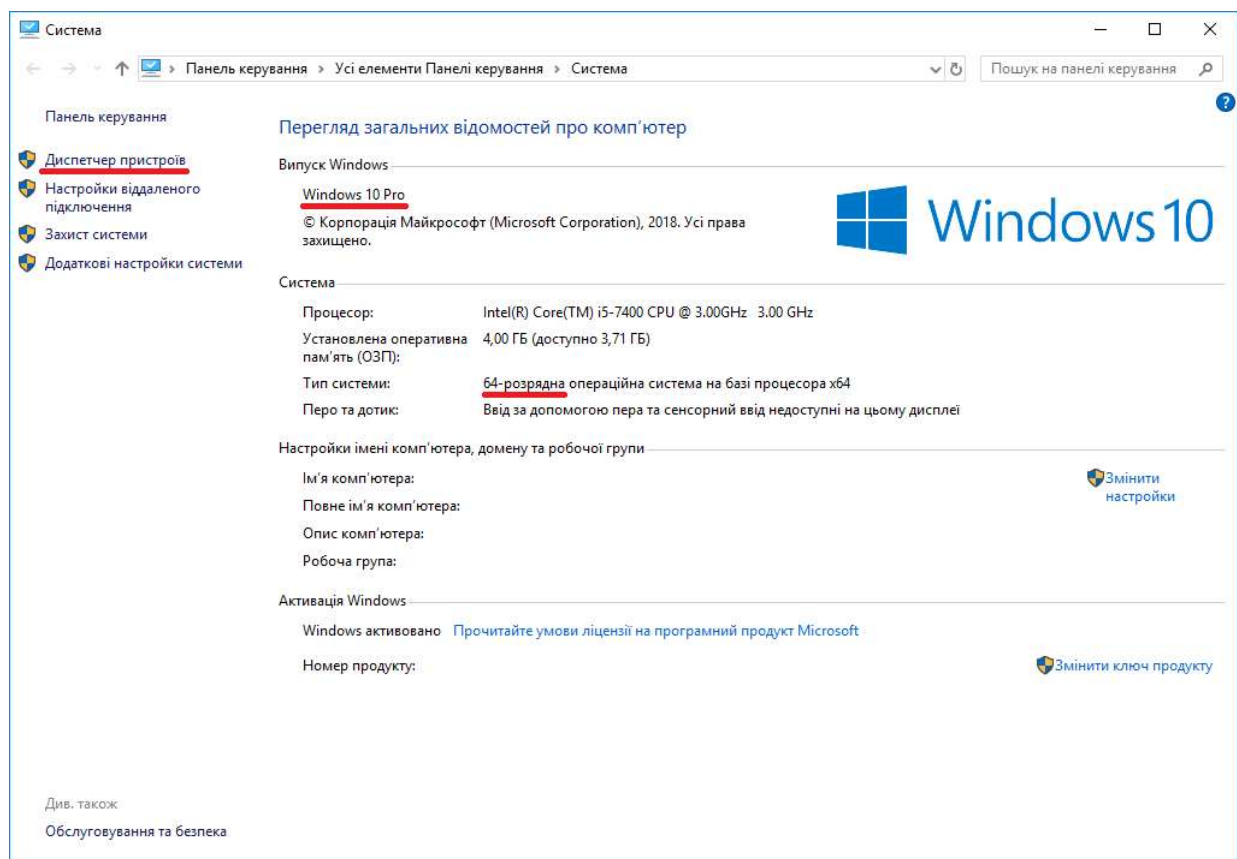

Рисунок 2 - Вікно властивостей ОС Windows 10
Відкриється вікно властивостей ОС. Для Windows Vista/7/8/8.1/10 у розділі «Випуск Windows» вказано випуск ОС, у розділі «Система» вказана розрядність ОС (рисунок 2)
- для Windows Vista/7/8/8.1/10 у вікні властивостей ОС (рисунок 2) натиснути лівою кнопкою миші на пункт «Диспетчер пристроїв»;